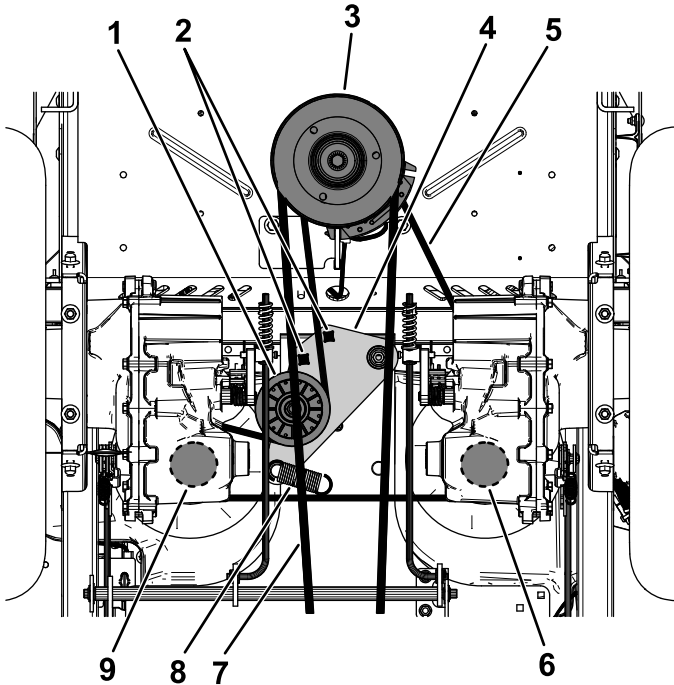

Figure 76
5. Insérez un rochet de $\frac{1}{2}$ pouce ou une poignée articulée dans les trous carrés du bras de la poulie de tension pour détendre le ressort de la poulie de tension (Figure 76).
6. Retirez la courroie existante de la poulie de tension, des 2 poulies d'entraînement de pompe hydraulique et de la poulie du moteur (Figure 76).
7. Chaussez la courroie neuve sur la poulie de tension, la poulie du moteur et les 2 poulies de la pompe hydraulique (Figure 76).